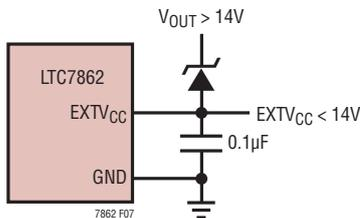

図7. VOUTとEXTVCCの間でのツェナー・ダイオードの使用
4. EXTVCCを、外付けのツェナー・ダイオードを介してレギュレータの出力に接続します。出力電圧が14Vより高い場合は、ツェナー・ダイオードを使用してVOUTとEXTVCCの間で必要な電圧を降下させ、EXTVCCを14V未満に維持することができます(図7)。この構成では、EXTVCCに0.1μF以上のバイパス・コンデンサを接続することを推奨します。EXTVCCとGNDの間にオプションの抵抗を挿入して、ツェナー・ダイオードに適正なバイアス電流が流れるようにすることができます。